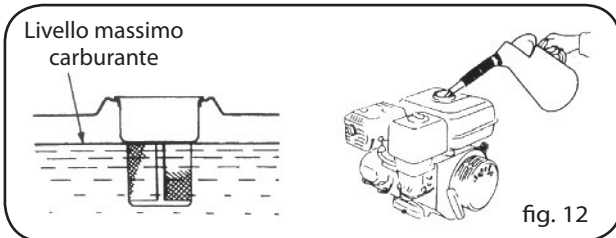

fig. 12
Capacità del serbatoio: 3.6 litri (Fig. 12).
- Se è troppo basso, rabboccare. Ricordarsi che il carburante non deve superare lo spallamento del filtro della benzina (Fig. 12).